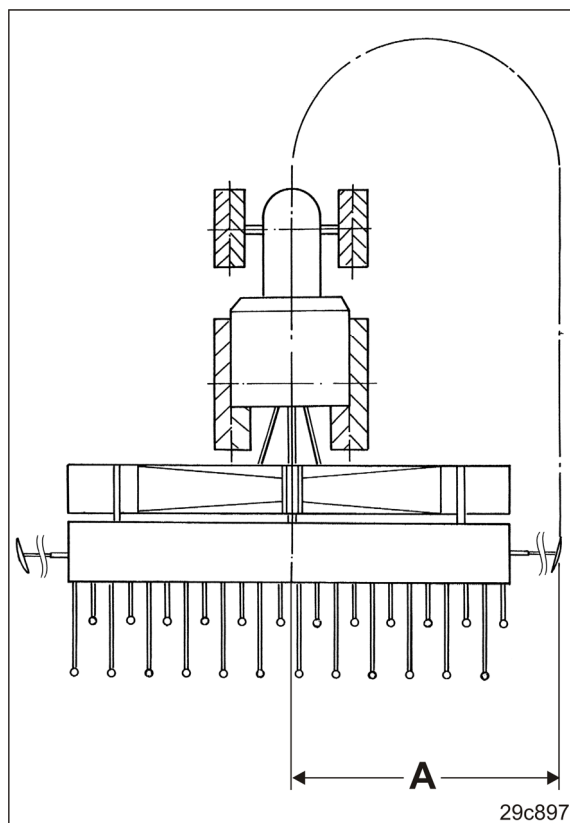

Fig. 90
7. Ajustar el disco trazador a la longitud "A" (véase la tabla Fig. 90, en la página 96).